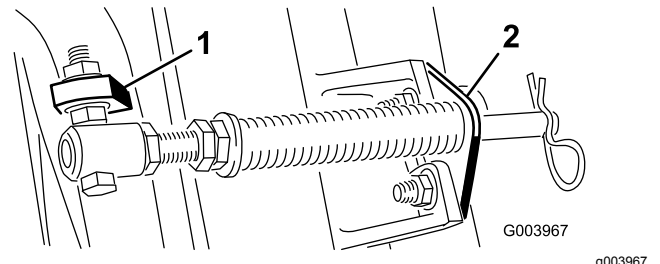

Bild 5
Hinweis: Positionieren Sie den Schraubenkopf zur Außenseite der Nase, wie in **Bild 5** dargestellt.
- D. Montieren Sie die Stangenhalterung mit den Schlossschrauben und Muttern an den Schneideeinheitennasen (**Bild 5**).